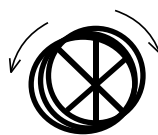

Рис. 1
- никогда не доверяйте однократному измерению в определенной точке. Целесообразно проделать второе измерение в той же точке, предварительно незначительно повернув преобразователь по или против часовой стрелки (рис. 1);